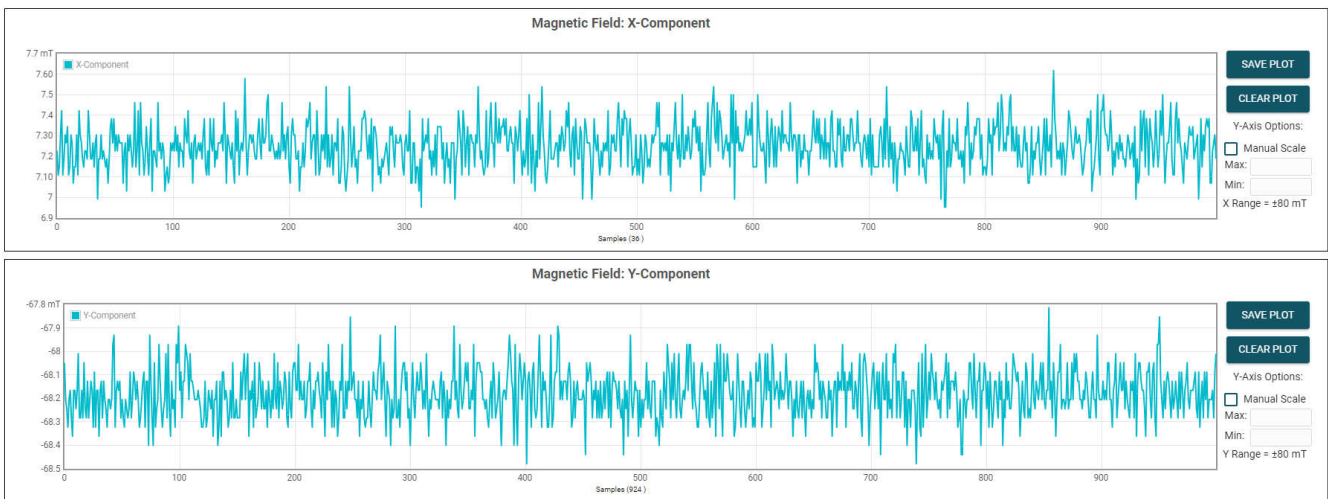
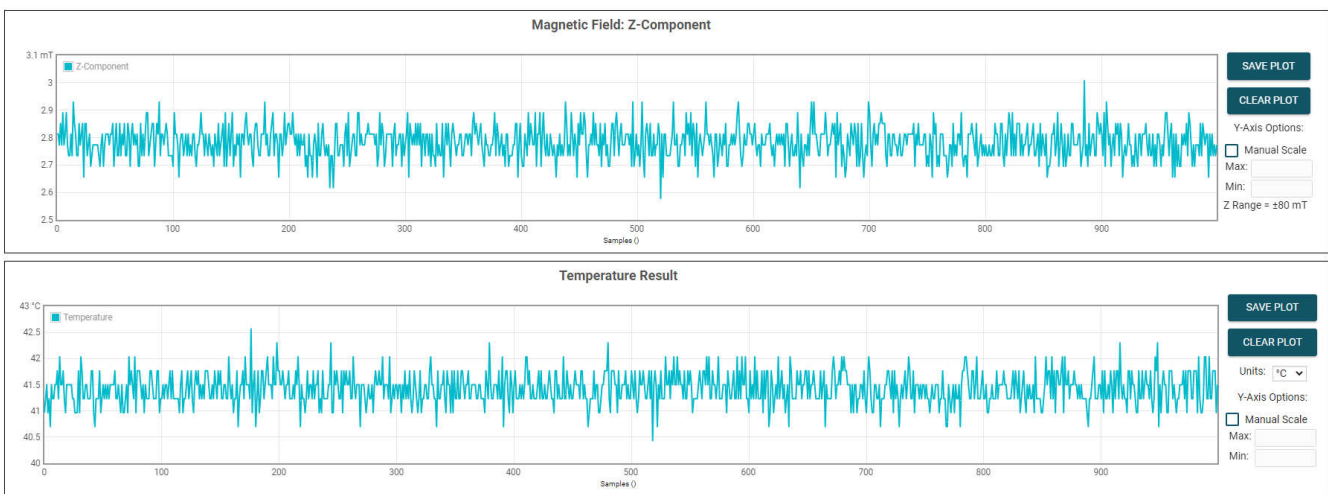
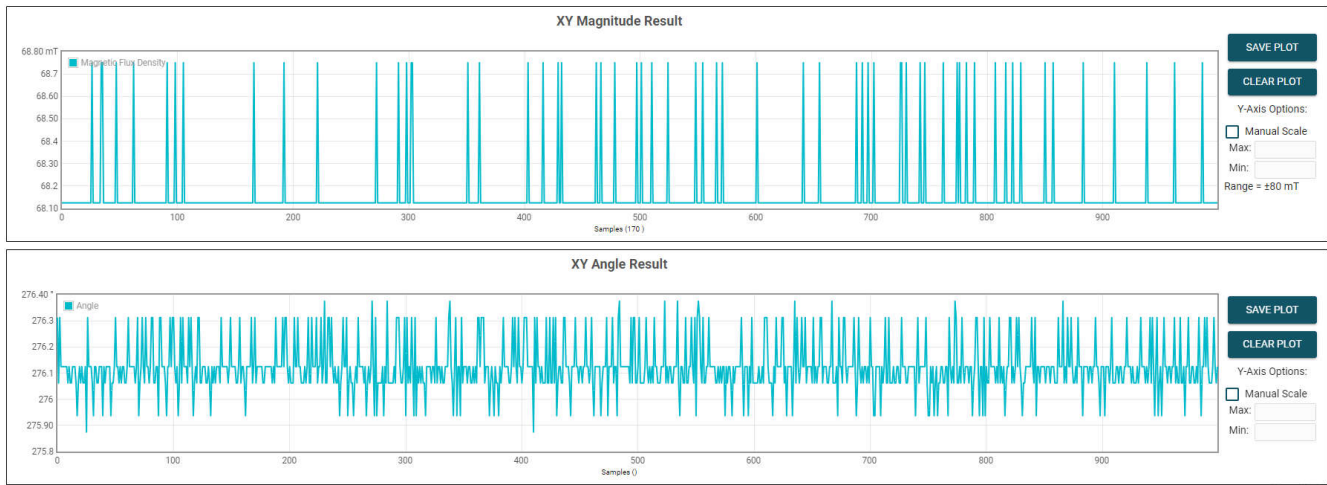

图 3-14. X 和 Y 通道 GUI 图
图 3-15. Z 通道和温度测量图
图 3-16. 器件的角度测量和器件的幅度图
4. 用户在扭动旋推模块的旋钮时，转盘上显示的角度和转盘下的文本也会相应改变。点击 **Plots** 选项卡并按 **Collect Data**，可看到此过程中生成的 X 和 Y 通道波形 ( 图 3-14 )、Z 通道和温度测量 ( 图 3-15 )，以及器件角度测量和幅度 ( 图 3-16 )。按 **Collect Data** 会将 **Auto Read** 设置为 **Off**。